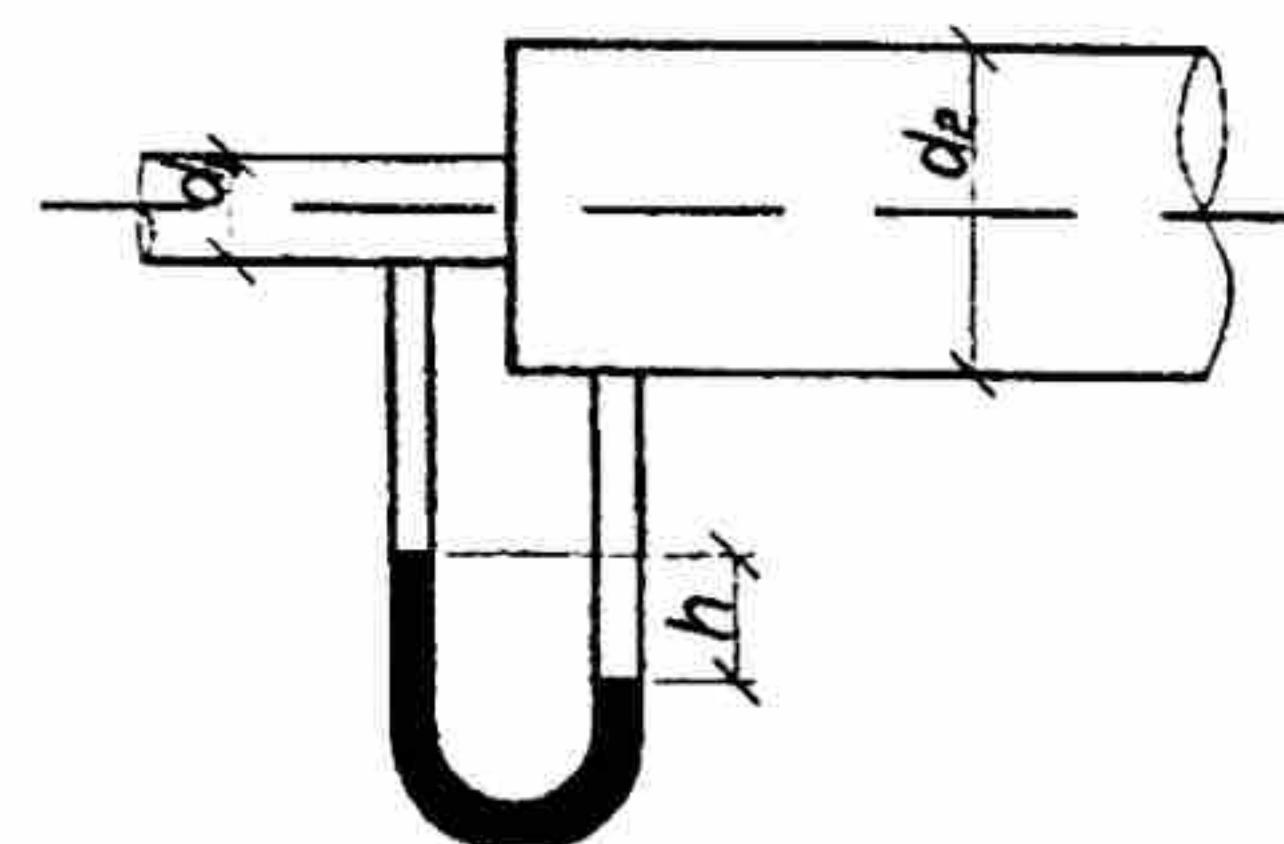

Рис.14
15. По трубопроводу с внезапным расширением от диаметра d_1 до диаметра d_2 протекает вода с расходом Q (рис. 14). Определить какую разность уровней ртути показывает дифференциальный манометр при прямом и обратном направлении движения воды. Потерями напора на трение по длине пренебречь.